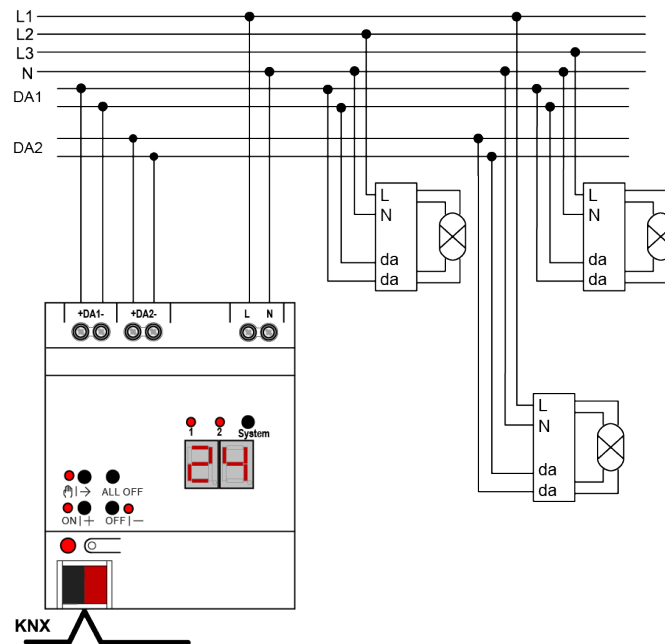

Bild 3: Anschlussbeispiel DALI Gateway 2fach
- Gerät gemäß Anschlussbeispiel anschließen (siehe Bild 3).